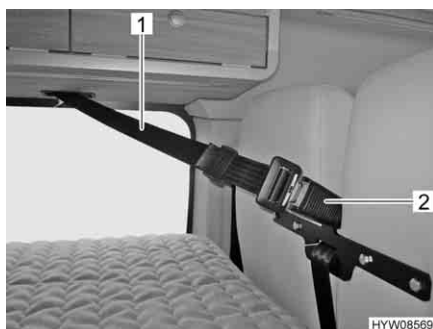

Fig. 6 Schienale bloccato
- Infilare la cinghia (Fig. 6,1) sotto l'armadietto a tetto nella chiusura (Fig. 6,2) sullo schienale.